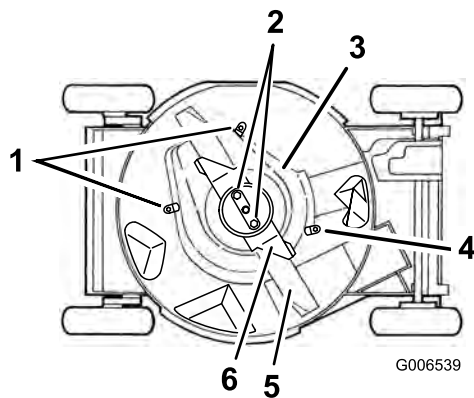

Figure 38
6. Débloquez les pattes qui fixent le bouclier de BBC à la tondeuse en desserrant les écrous ou les boulons sur les pattes (Figure 38). Tournez les pattes à 180° pour les écarter.